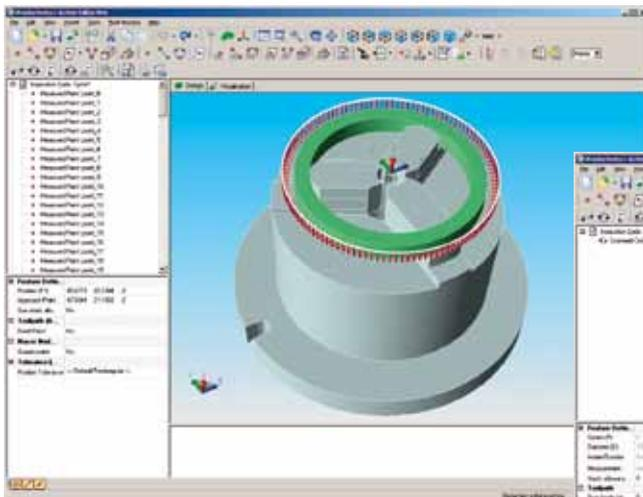

图 4：利用各个检测点的
- 触发式测头可用于测量特征外部周长中一系列121个点（图4）